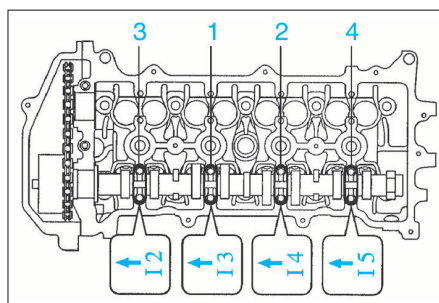

FIG. 29
- Desserrer progressivement par passes successives (dans l'ordre inverse de la repose) puis déposer les vis des chapeaux de palier d'arbre à cames (8 vis) (fig. 29).
- Reposer l'arbre à cames (appliquer une légère couche d'huile moteur sur les tourillons d'arbre à cames) puis replacer les chapeaux de palier d'arbre à cames à leur emplacement d'origine et les serrer au couple et dans l'ordre prescrit (fig. 29).